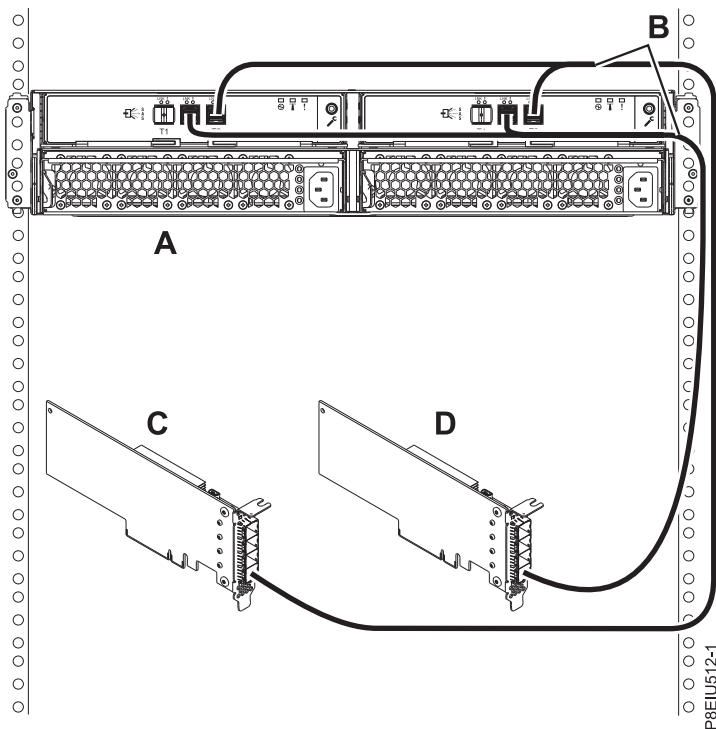

Рисунок 18. Подключение Блок памяти ESLL или ESLS к двум независимым адаптерам SAS FC EJ0J или FC EJ0M с помощью кабелей YO12 (режим 2)
18. Подключите один корпус (A) с помощью кабелей Y012 (B) к двум независимым адаптерам SAS FC EJ0J или FC EJ0M в режиме 2 (см. рис. 18 на стр. 21) и перейдите к разделу “Подключение кабелей данных, кабелей питания и установка крышек” на стр. 24.